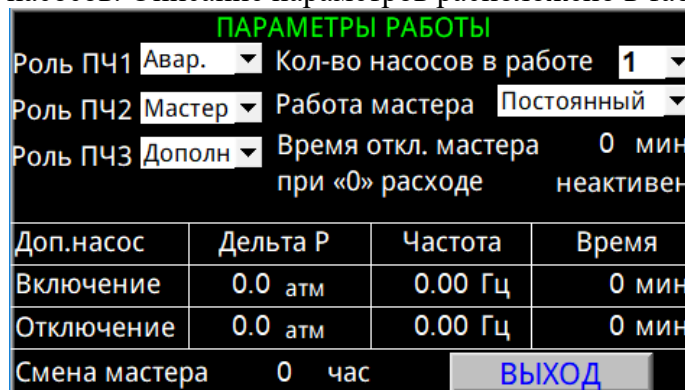

Рисунок 3 Окно «ПАРАМЕТРЫ РАБОТЫ»
2.2.4. В окне «ПАРАМЕТРЫ РАБОТЫ» (Рисунок 3) расположены параметры, отвечающие за логику работы насосов. Описание параметров расположено в таблице ниже.